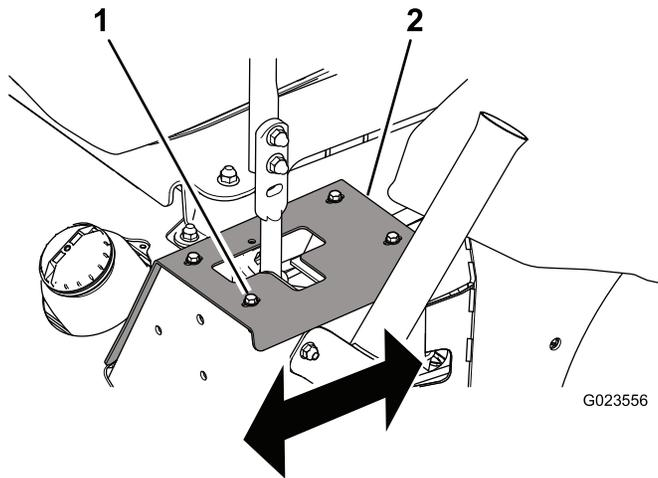

Bild 56
- Wenn sie nach rechts zieht, lösen Sie die Schrauben und versetzen die linke Anschlagplatte nach hinten, bis die Maschine geradeaus fährt (Bild 56).
- Wenn sie nach links zieht, lösen Sie die Schrauben und versetzen die rechte Anschlagplatte nach hinten, bis die Maschine geradeaus fährt (Bild 56).
1. Schraube (4)
5. Ziehen Sie die Schrauben an, um die Anschlagplatte zu befestigen (Bild 56).